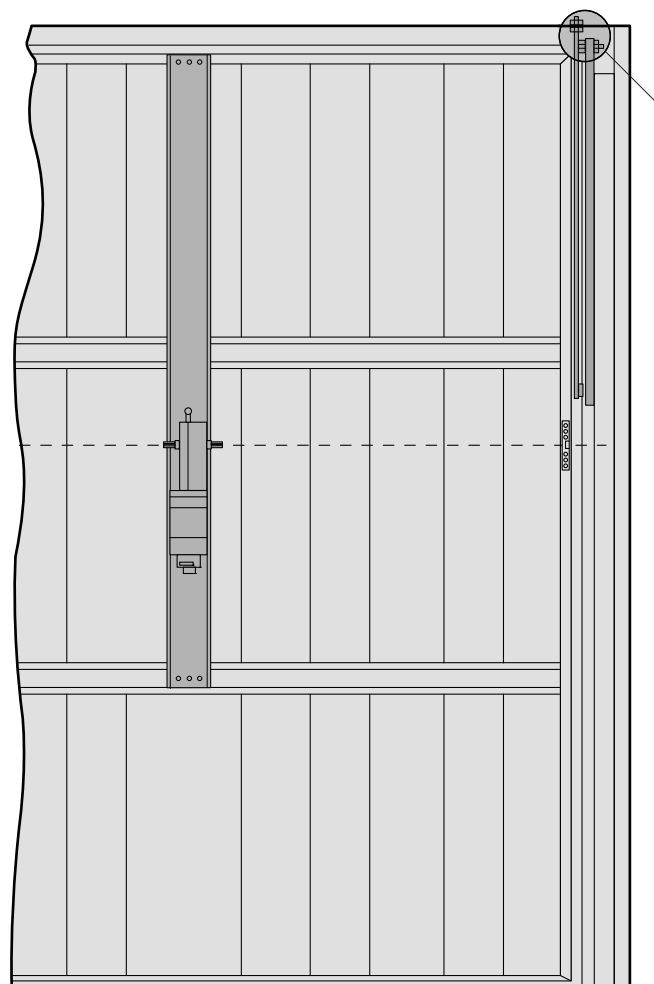

Fig. 5
- Soulever complètement le vantail, relever la cote "B" (fig. 4) et en tenir compte pour raccourcir aussi bien le bras que le tube de 30 mm. Fixer le tube et les brides angulaires avec la vis, la rondelle et l'écrou fournis de série. Monter le tube à l'extérieur, si possible le plus près du bras de la porte, et le fixer avec une vis ou en le soudant solidement (fig. 5). Montage du tube plus grand E 787A (pour des portes ayant une hauteur comprise entre 2400 et 2700 mm).
Plaats de poort in open stand en meet de afstand "B" (Fig. 4). Het schuivend gedeelte van de arm moet 30mm korter zijn dan B. Maak de armen vast door middel van de bijgeleverde bout, rondel en moer. De bevestigingsplaatjes moeten in de hoek van de horizontale en verticale draagrail vastgemaakt worden indien ze nog niet voorzien zijn op de poort (Fig. 5)
- Das Tor ganz hoch kippen, das Maß "B" (Abb. 4) abmessen und sowohl den Arm als auch das Rohr um 30 mm kürzen. Das Rohr und die Winkelisen mit der mitgelieferten Schraube, der Unterlegscheibe und der Mutter befestigen. Das Rohr außen und so nahe am Torarm wie möglich anbringen und mit der Mutterschraube befestigen oder fest anschweißen (Abb. 5). Montage des Verlängerungsrohres E 787A (für Tore mit einer Höhe zwischen 2400 und 2700 mm).